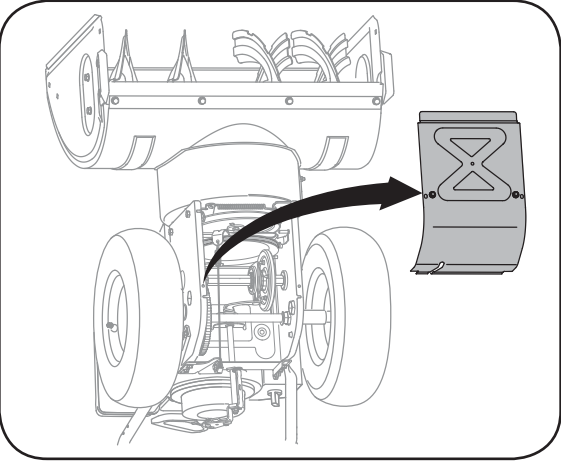

Figure 6-5
2. Basculez doucement la souffléuse vers l'avant pour la faire reposer sur l'habitacle de la tarière. Voir la Figure 6-5.
2. Basculez doucement la souffluse vers l'avant pour la faire reposer sur l'habitacle de la tarîère. Démontez le couvre-châssis du dessous de la souffluse en retirant les vis auto-taraudeuses qui le maintiennent en place. Voir la Figure 6-5.